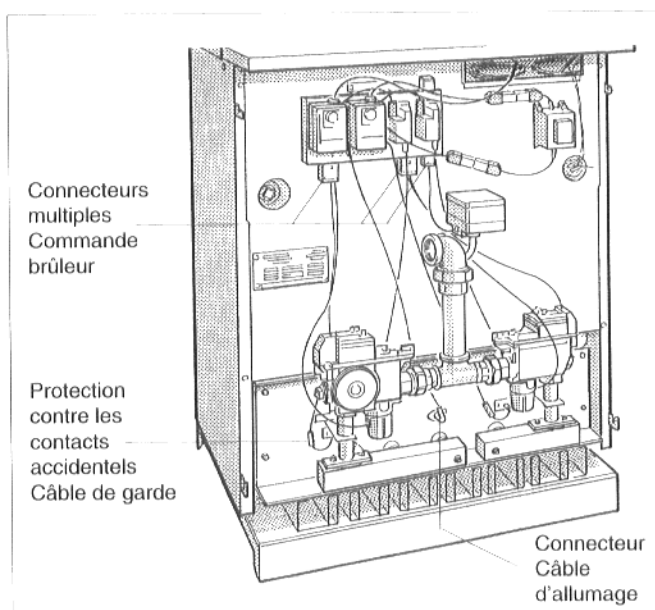

Fig. 29
- ✦ Débrancher les connecteurs multiples de la commande brûleur (chaudières modèles 12 à 64 : fig. 29, à partir du modèle 73 : fig. 29).